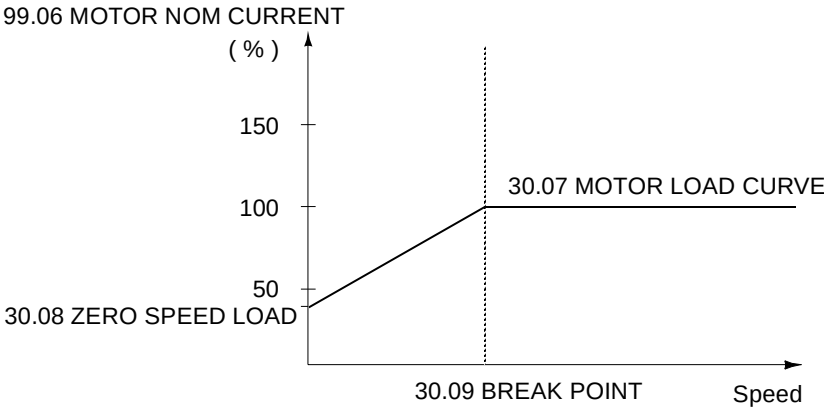

图 6-19 电机负载曲线。
- ☐ 利用负载曲线计算电机发热（图 6-19）。如果在曲线上部区域运行，电机将升温并超过额定温度，而在曲线下部区域运行电机将冷却。升温 and 降温的速率由 MOTOR THERM TIME 决定。
- 30.09 BREAK POINT 此参数定义了电机负载曲线从哪一点开始由参数 30.07 MOTOR LOAD CURVE 设定的最大值向零速负载 ZERO SPEED LOAD（参数 30.08）下降。参考图 6-19 电机负载曲线。